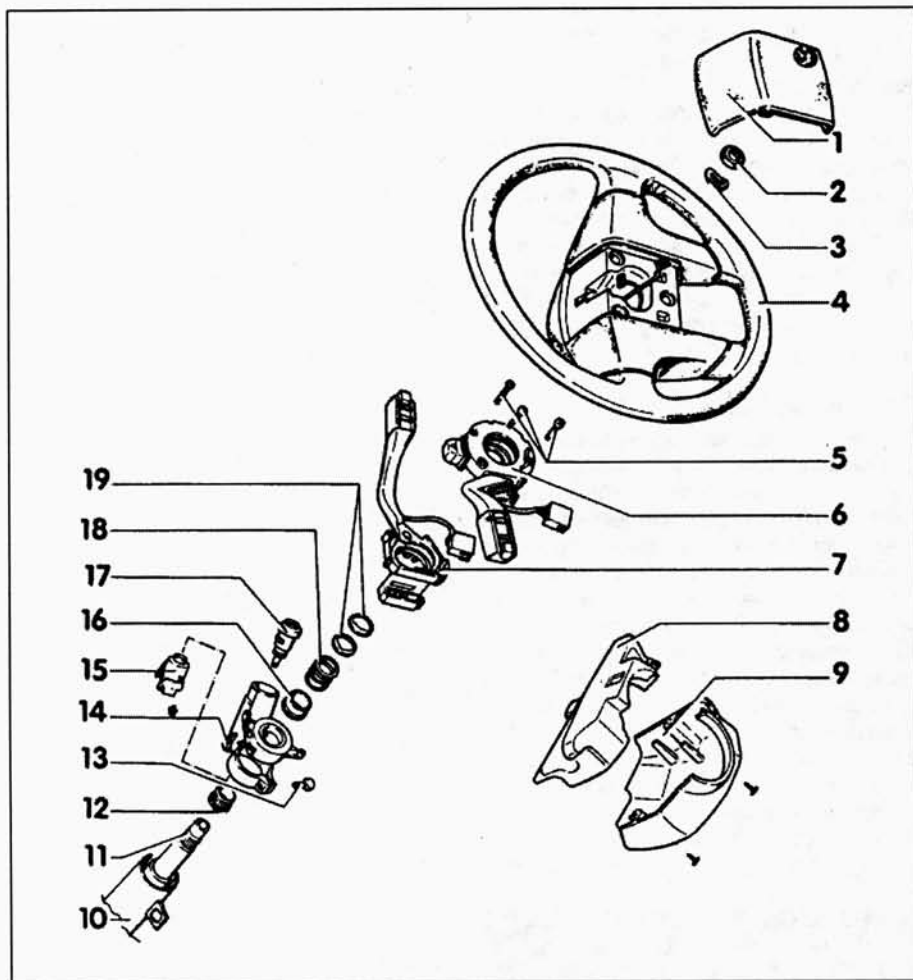

Рис. 4.4. Элементы замка зажигания/ замка рулевой колонки
- 4 Выньте пружинную шайбу, пружину и контактное кольцо (рис. 4.4).